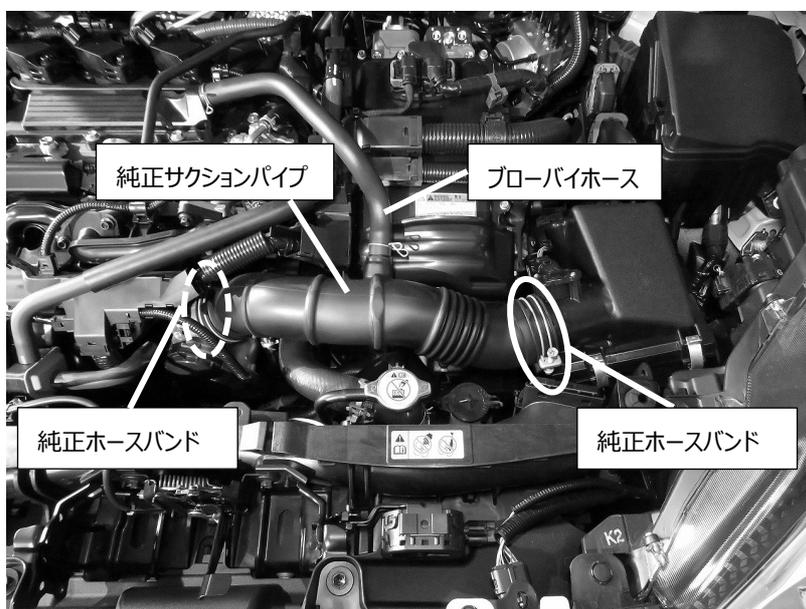

図 1
- 2) 純正ホースバンド 2カ所を緩め、ブローバイホースを取り外し、純正サクシオンパイプを取り外します。(図 1)